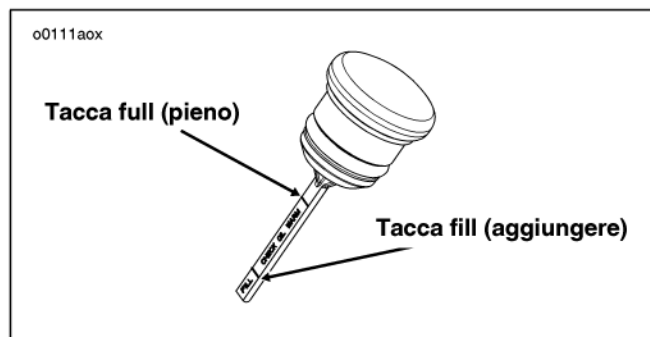

Figura 46. Livello dell'olio motore
- a. Vedere la Figura 46. Se il livello dell'olio raggiunge l'astina, procedere con il CONTROLLO A CALDO del livello dell'olio.